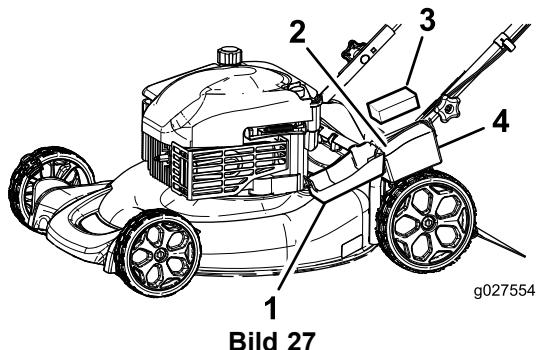

Bild 27
1. Lösen Sie die beiden Clips an der Batterieabdeckung und nehmen Sie sie ab (Bild 27).